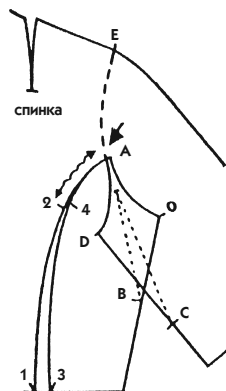

Рис. 722
1. На чертеже спинки лифа кимоно проведите линию рельефа, как на рис. 145. Придайте ей бóльшую кривизну наверху, чтобы получить менее острый угол с линией проймы (рис. 722). Задание выполните на чертеже 720 с помощью цветного карандаша.
3. Переместите линию проймы вправо, чтобы получить на уровне засечки 4 существующую мерку от засечки 2 до начала рукава (см. стрелку на рис. 722).